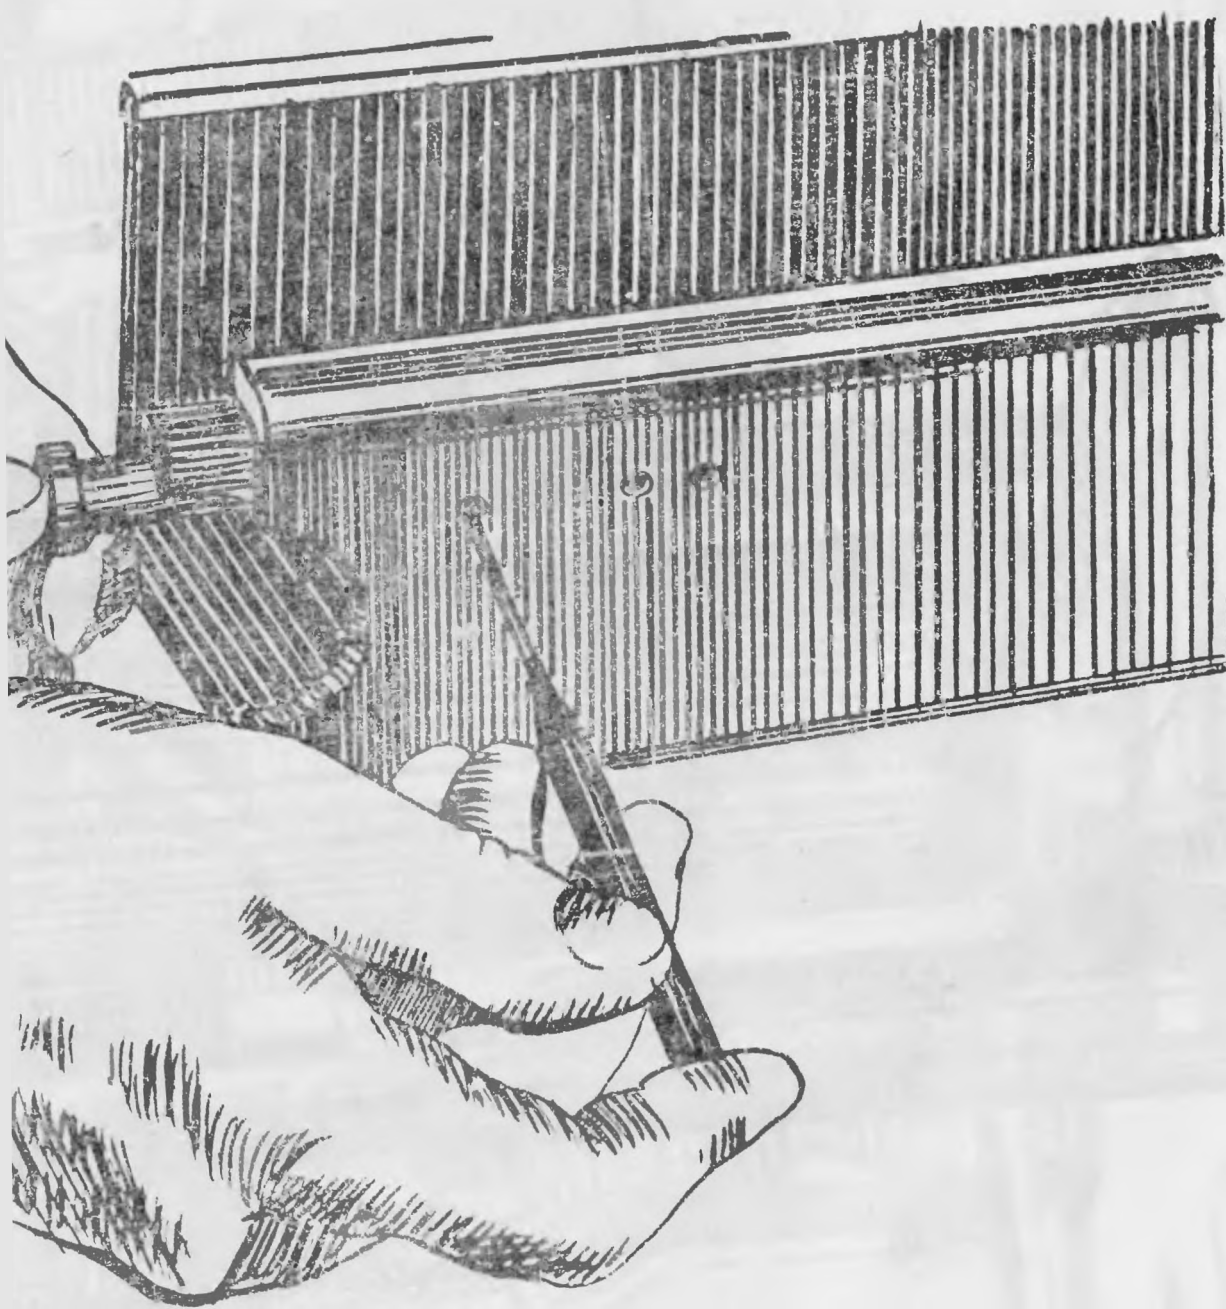

Рис. 7.6
3) выжмите с помощью выколотки Ø4 вставку через отверстие в ствольной коробке и сдвиньте цапфу немного назад (рис. 7.6);